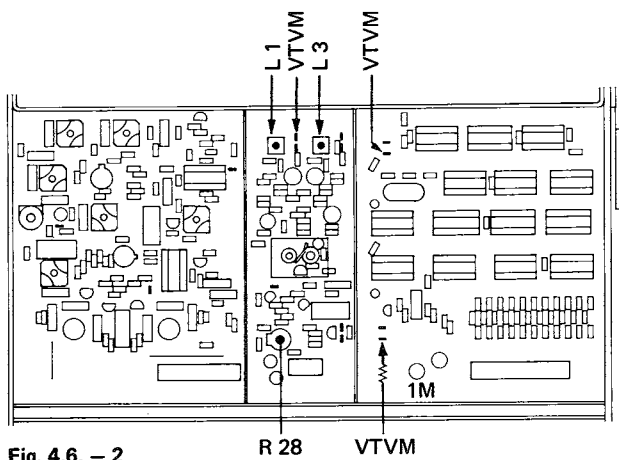

Fig. 4.6. - 2
4.6.2. Stationstaste 1 drücken (87.00 MHz). Mit Spulenkern L 2 eine Nachstimm-Spannung von $4 V \pm 0,2 V$ einstellen (Fig. 4.6. - 1). Während dem Abgleichvorgang muss ein prov. Abschirmblech (Eisen) über dem Oszillator-Kreis angebracht werden.
4.6.2. Press station selector button 1 (87.00 MHz). Adjust slug of L 2 to obtain a tuning voltage of $4 V \pm 0.2 V$ (figure 4.6. - 1). When carrying out this alignment, some improvised screening (sheet metal) must be installed on top of the oscillator circuit.
4.6.2. Enclencher la touche 1 du sélecteur de station (87.00 MHz). Ajuster à $4V \pm 0,2 V$ la tension d'accord, à l'aide du noyau de bobine L 2 (fig. 4.6. - 1). Pendant le réglage, il est nécessaire de recouvrir provisoirement le circuit oscillateur d'une tôle de blindage.
4.6.5. VTVM mit 1 MOhm Vorwiderstand an weisse Litze (gegen Netzkabelkanal) auf dem Synthesizer anschliessen (Fig. 4.6. - 2). Messbereich 3 VDC. Mit dem Einstellregler R 28 auf dem Oszillator (Fig. 4.6. - 2) eine Spannung von $1.25\text{ V} \pm 0.1\text{ V}$ einstellen (bei 97.00 MHz).
4.6.8. VTVM mit HF-Tastkopf an weisse Litze (gegen Rückwand) auf dem Synthesizer anschliessen (Fig. 4.6. - 2). Messbereich 1 VDC. Die HF-Spannungen müssen bei den 3 folgenden Frequenzen im Bereich $0.3 \dots 0.4\text{ V}$ liegen. Allenfalls kann mit dem Übertrager L 3 (Fig. 4.6. - 2) die Symmetrie nachgeregelt werden.
4.6.9. VTVM mit HF-Tastkopf am Koaxialkabel zum Mischer (auf Oszillatorprint) anschliessen (Fig. 4.6. - 2). Die HF-Spannungen müssen bei den 3 bereits in Kap. 4.6.8. erwähnten Frequenzen innerhalb $0.2 \dots 0.3\text{ V}$ liegen. Mit dem Übertrager L 1 (Fig. 4.6. - 2) kann die Symmetrie nachgeregelt werden.
4.6.5. Connect VTVM via 1 Mohm series resistor to the white wire (near the mains cable channel) on the synthesizer as shown in figure 4.6. - 3. Select meter range 3 V DC. Adjust trimpot R 28 on the oscillator board (figure 4.6. - 2) to obtain a VTVM reading of $1.25\text{ V} \pm 0.1\text{ V}$ (at 97.00 MHz).
4.6.8. Connect VTVM with RF-probe to the white wire (near the rear panel) on the synthesizer as shown in figure 4.6. - 2. Select meter range 1 V DC. At the following three tuned-in frequencies the measured RF-voltages must fall within the range from $0.3 \dots 0.4\text{ V}$. If necessary, the symmetry may be re-adjusted with L 3 (figure 4.6. - 2).